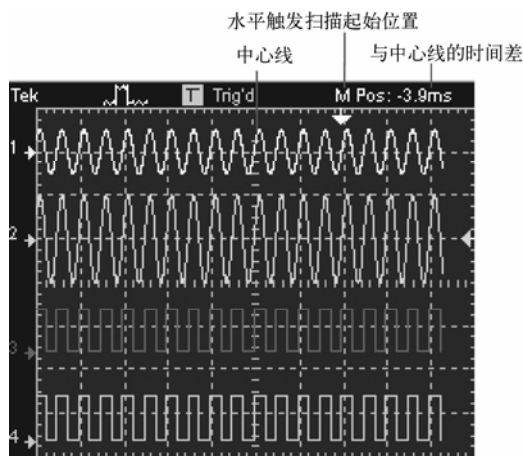

图 5-159 水平触发扫描起始位置
2) Position  水平向触发扫描起始位置调整旋钮：图 5-158 中较小的旋钮，用于调整输入信号在示波器水平方向上扫描起始的位置。图 5-159 中箭头所示为水平向扫描的起始位置。